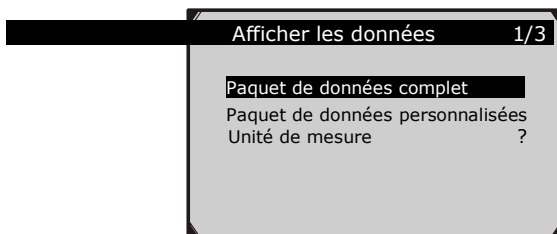

Figure 5.13
- 1) Pour afficher les données PID personnalisées, utilisez le bouton de défilement **HAUT/BAS** pour sélectionner **Paquet de données personnalisées** du menu **Affichage des données** et appuyez sur le bouton **OK**. (Figure 5.13)